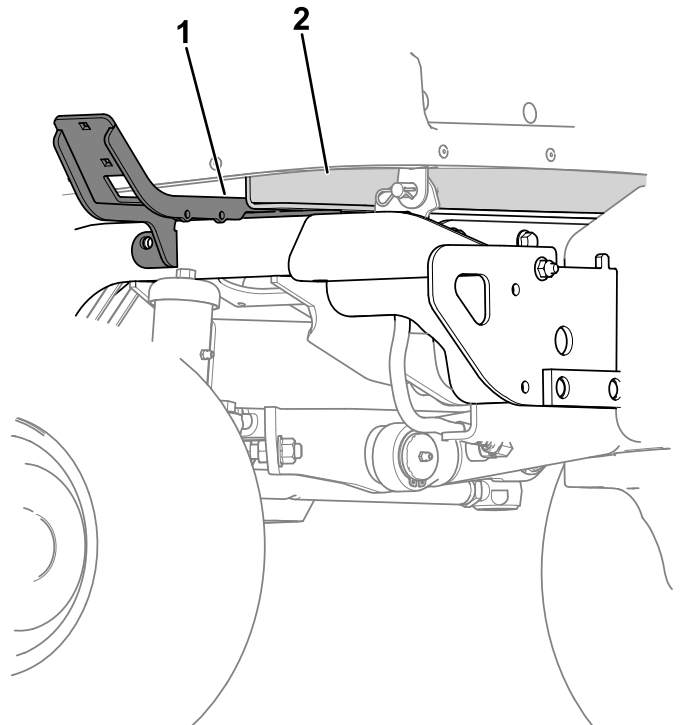

Figura 16
2. Sollevate leggermente la base della batteria e inserite il supporto sinistro e quello destro tra la base della batteria e il tubo del telaio (Figura 16).